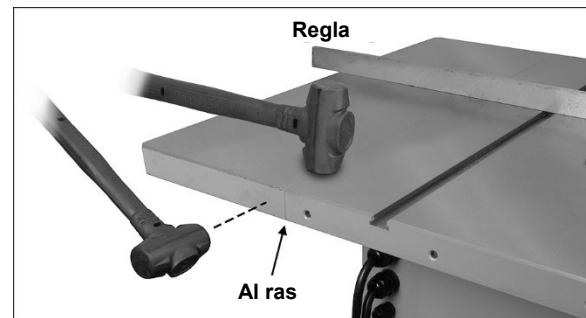

Figura 6-4: nivelación de las alas de extensión, método 1
4. El borde delantero de las alas de extensión debe estar al ras con el borde delantero de la mesa de la sierra. Si es necesario, golpee ligeramente el borde delantero del ala con una maza de goma para poner al ras. Vea la Figura 6-4.
Método 1 (Figura 6-4):
3. Ponga la regla a través de la mesa de sierra y del ala de extensión, extendiéndola pasado el borde del ala según se muestra en la Figura 6-4.